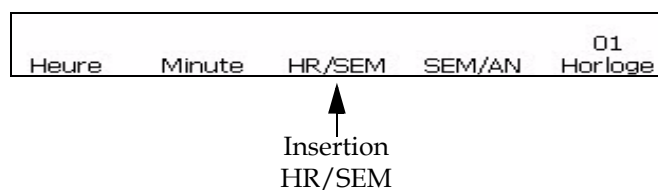

Figure 5-35: Fenêtre <01 Horloge>
- 1 Commencer dans la Fenêtre <01 Horloge> (01 Editer > 02 Editer - Insertions > 01 Insertion - Horloge > 01 Horloge). Voir Figure 5-35 à la page 5-43.